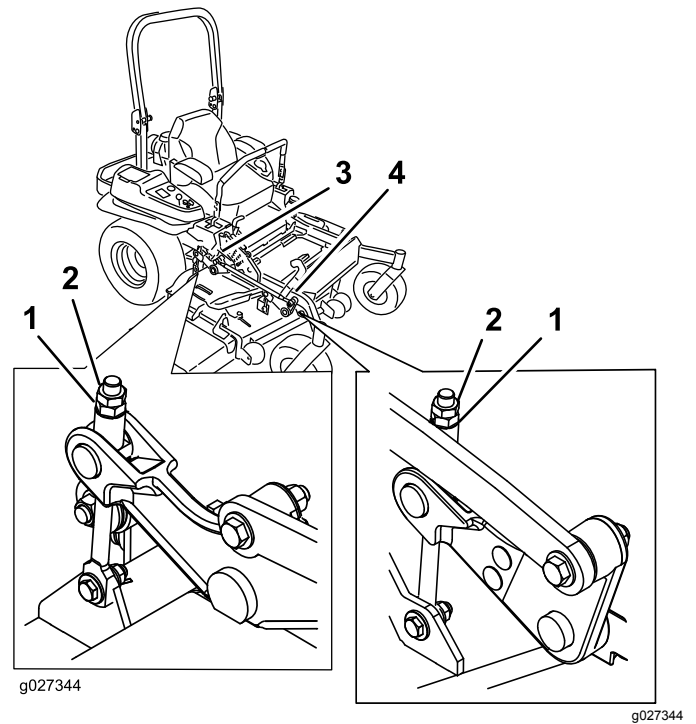

Figura 90
10. Gire la tuerca de ajuste del conjunto de elevación de la carcasa delantera para modificar la altura (Figura 90).
16. Gire el tornillo de ajuste hasta obtener una altura de 8.3 cm ($3\frac{1}{4}$ ") (Figura 90).